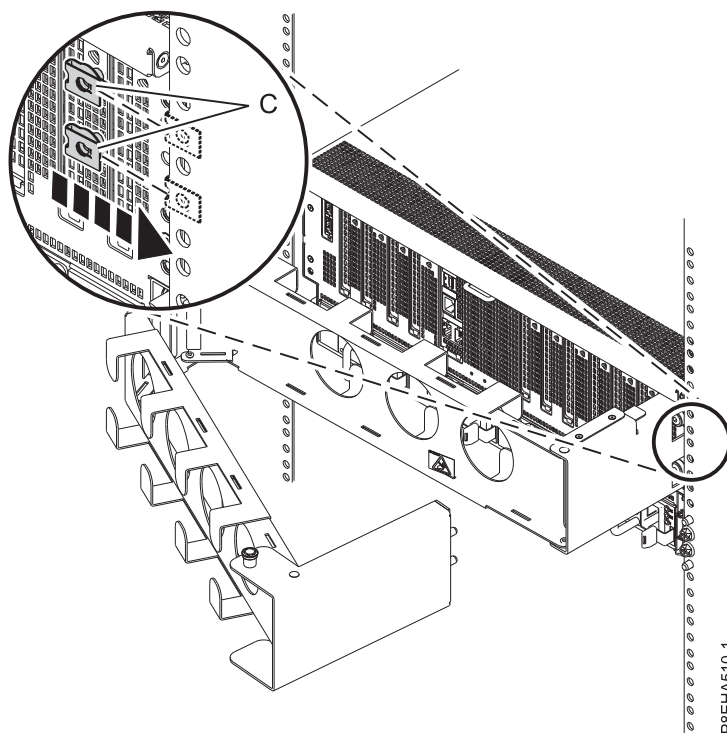

Figure 18. Fixation des écrous clips à la glissière
2. Faites glisser le tiroir système vers l'avant, afin de pouvoir accéder au châssis. Fixez deux écrous clips (C) à la glissière, à l'emplacement où vous viendrez fixer la plaque extérieure à la glissière, comme illustré à la figure 18.